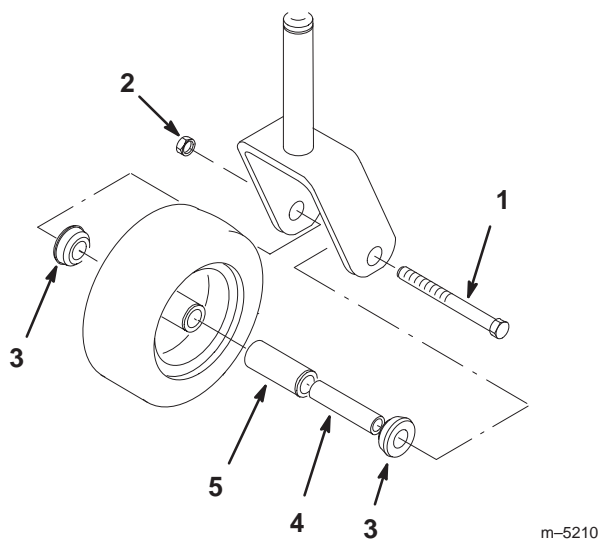

Figure 62
1. Enlevez le contre-écrou et le boulon qui assujettissent la roue pivotante sur la chape (Fig. 62).
2. Enlevez une bague, puis sortez la douille pour clé et le roulement à rouleaux du moyeu de roue (Fig. 62).
3. Enlevez l'autre bague du moyeu, puis nettoyez la graisse et les saletés qui se trouvent éventuellement dans le moyeu (Fig. 62).
4. Examinez l'usure du roulement à rouleaux, des bagues, de la douille pour clé et de l'intérieur du moyeu. Remplacez les pièces endommagées ou usées (Fig. 62).
5. Pour le remontage, placez une bague dans le moyeu de la roue. Lubrifiez le roulement à rouleaux et la douille pour clé, et insérez-les dans le moyeu. Mettez la deuxième bague dans le moyeu (Fig. 62).
6. Montez la roue pivotante dans la chape à l'aide du boulon et du contre-écrou. Serrez le contre-écrou jusqu'à ce que la base de la douille pour clé soit en appui contre l'intérieur de la chape (Fig. 62).